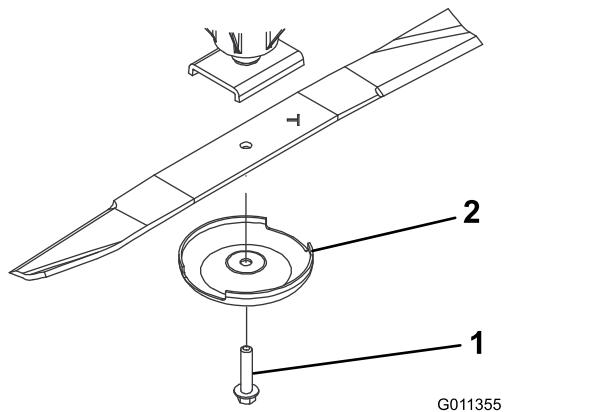

Bild 71
2. Halten Sie das Ende des Messers mit einem stark wattierten Handschuh oder wickeln Sie einen Lappen um es herum. Entfernen Sie die Messerschraube, die Antiskalpiercuppe und das Messer von der Spindelwelle (Bild 71).
3. Setzen Sie das Messer (der Flügel sollte zum Mähwerk zeigen) mit der Antiskalpiercuppe und der Messerschraube ein (Bild 71). Ziehen Sie die Messerschraube auf $115-149$ N·m an.